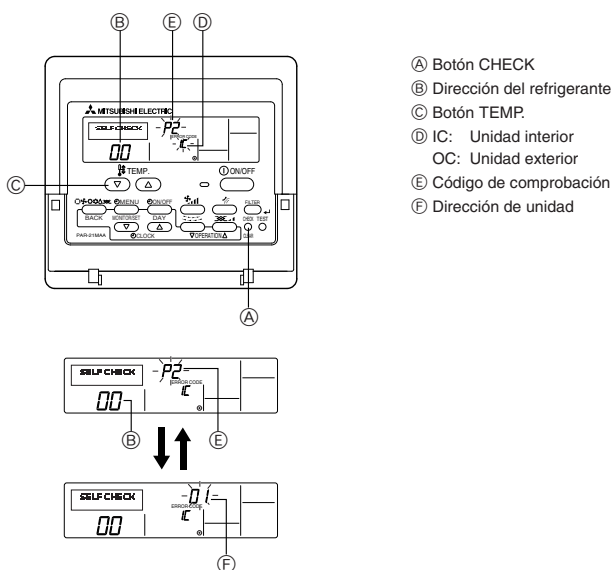

Fig. 7-2
7.3. Autotest (Fig. 7-2)
- ① Encienda el aparato.
- ② Pulse el botón [CHECK] dos veces.
- ③ Ajuste la dirección del refrigerante mediante el botón [TEMP.] si utiliza un control de sistema.
- ④ Pulse el botón [ON/OFF] para terminar el autotest.